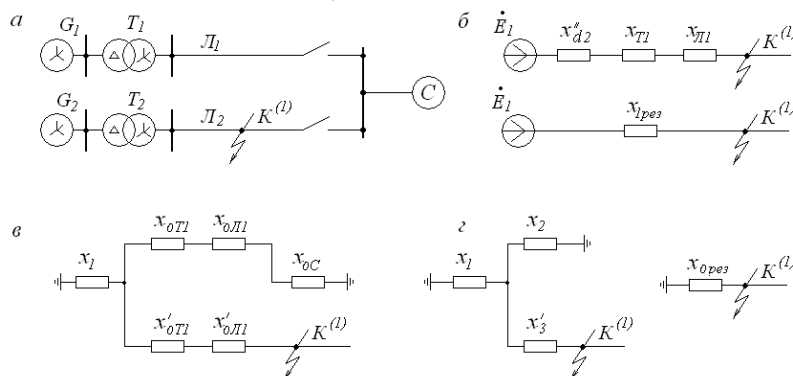

Рис. 4.10. К заданию 4
**Задание 4.** При однофазном КЗ у шин электрической системы и отключенном выключателе (рис. 4.10, а) определить сверхпереходные токи нулевой последовательности в обеих цепях ЛЭП. Параметры системы:  $\dot{E}_C = 340, \text{ кВ}$ ;  $x_{1C} = x_{2C} = 17 \text{ Ом}$ ;  $x_{0C} = 21 \text{ Ом}$ ; параметры трансформаторов:  $S_{HT} = 250 \text{ МВ} \cdot \text{А}$ ;  $k_{mp} = 15,75/347$ ;  $u_{к.} = 11\%$ ; параметры генераторов:  $S_{HT} = 235,5 \text{ МВ} \cdot \text{А}$ ;  $U_{НОМ} = 15,75 \text{ кВ}$ ;  $x''_d = 0,19$ ;  $x_{2Г} = 0,23$ ;  $\cos \varphi = 0,85$ ; параметры ЛЭП:  $l = 215 \text{ км}$ ;  $x_0 = 0,308 \text{ Ом/км}$ .